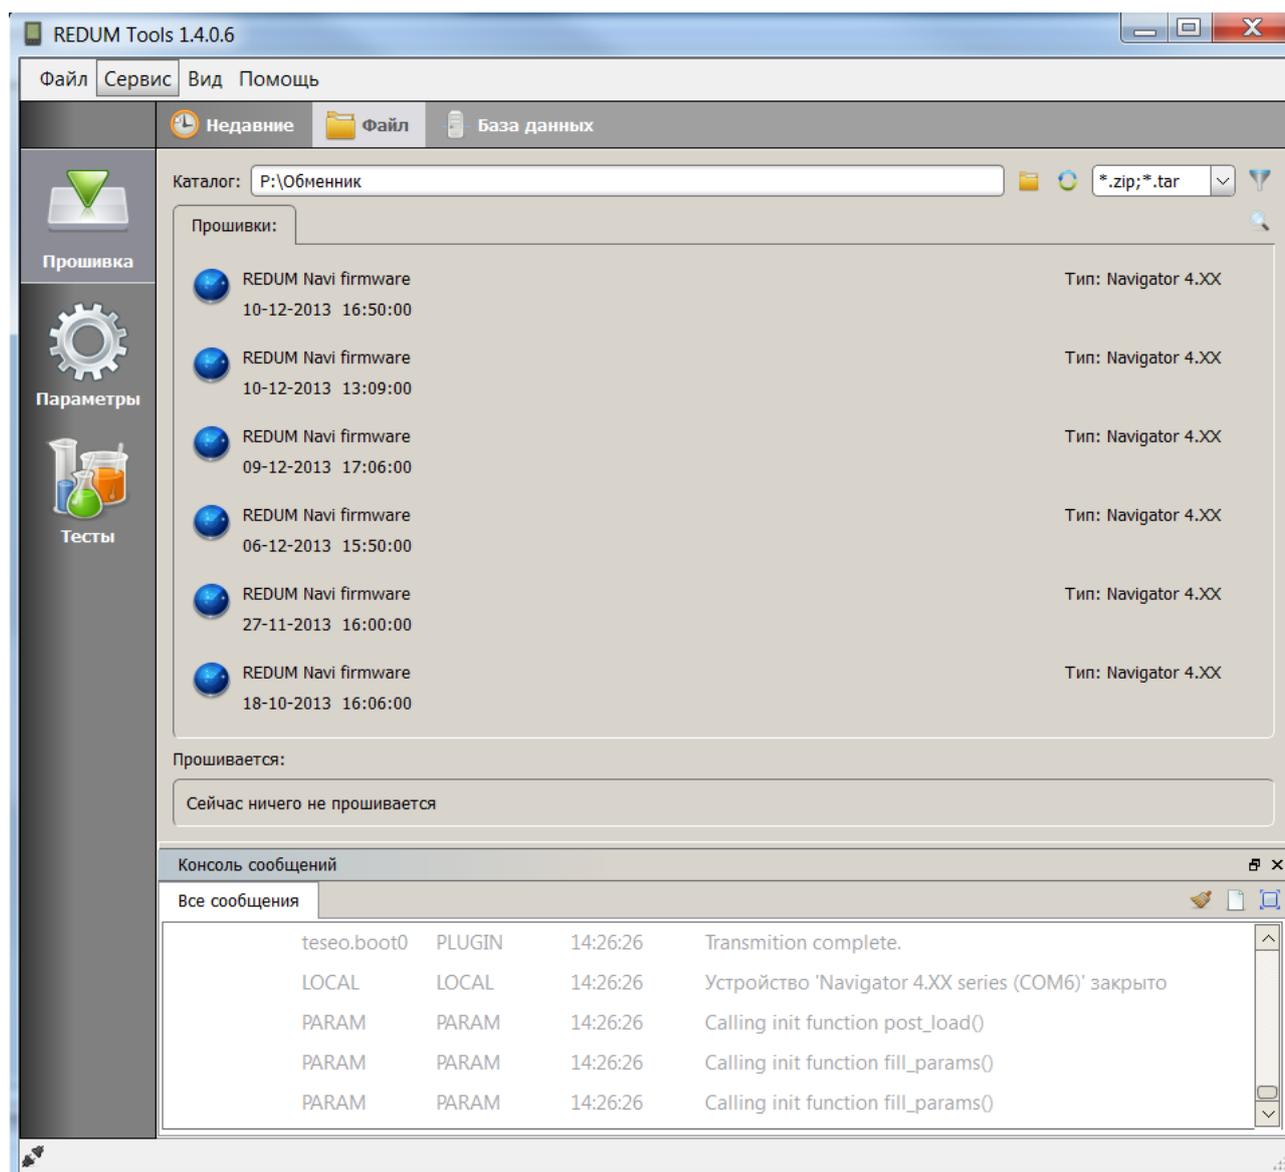

Рисунок 3 – Закладка «Прошивка»
3.3.3.3. Запустите программу «REDUM Tools», перейдите на закладку «Прошивка», рисунок 3. Для загрузки файлов прошивки в программу в поле «Каталог» укажите путь к папке, где находятся файлы прошивки.